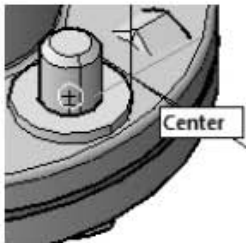

Рис. 12.27. Выбор первой точки на шайбе
24. Укажите первую точку с привязкой Центр (Center) – центр окружности верхнего основания шайбы (рис. 12.27).